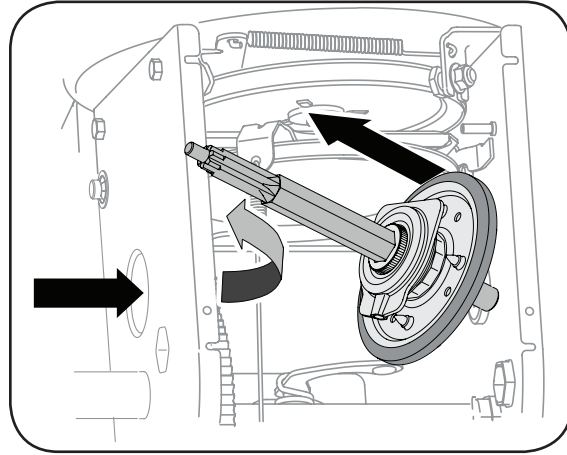

Figure 6-15
- 3. Abaissez doucement l'arbre hexagonal vers la gauche avant de faire glisser la roue de freinage de l'arbre. Voir la Figure 6-15.